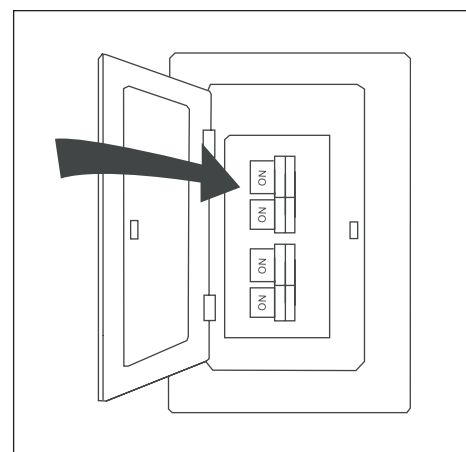

Figure 5.8
8. Encienda el suministro de electricidad del ventilador a la caja del interruptor de circuito y interruptor de pared. El ensamblaje está listo (Figure 5.8).